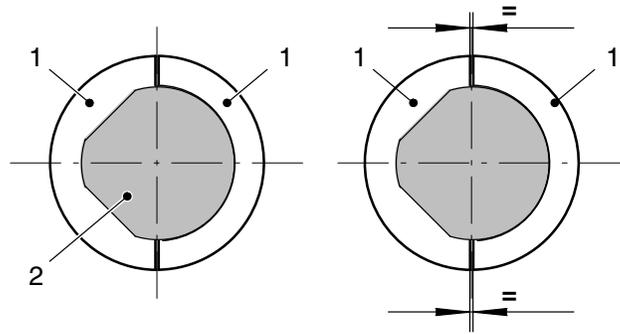

Fig. 7-20
- Rodar os meios casquilhos do acoplamento (1), de modo que as partes inclinadas do veio da bomba (2) fiquem sobre as do meio casquilho do acoplamento (consulte a fig. 7-20).
- Apertar os meios casquilhos do acoplamento, de modo que as folgas sejam iguais (consulte a fig. 7-20).